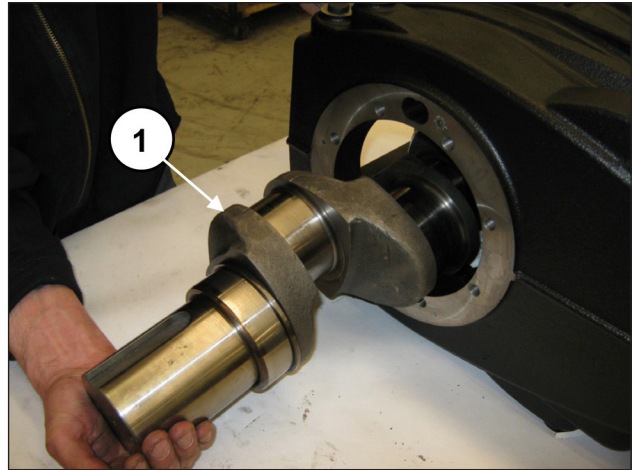

Fig. 31
Dégager le vilebrequin du carter, côté PTO (rep. ①, Fig. 31).